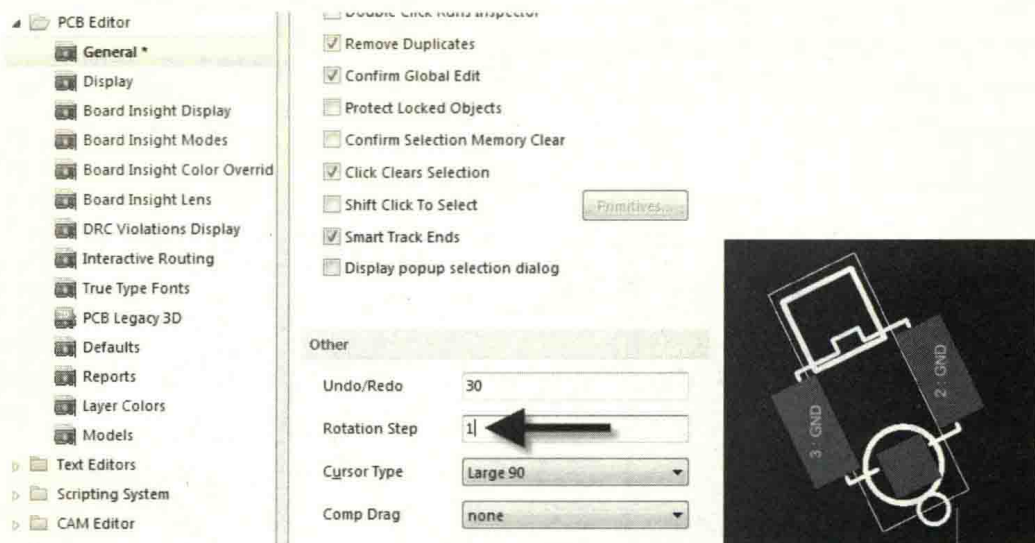

图 15-18 任意角度的旋转
16. 问：在做异形板子时经常遇到如图 15-18 所示的固定元件方式，如何设置一个元件旋转角度达到这种目的？
答：可以设置一个任意旋转角度。执行菜单命令“DXP-Preferences-PCB Editor-General”，在“Rotation Step”处设置“1”，退出设置状态，选择元件，按空格键旋转到当前的位置即可，如图 15-18 所示。